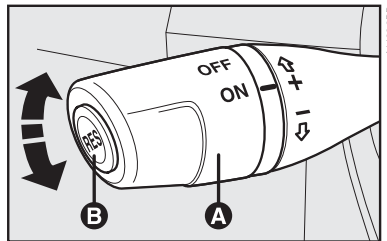

fig. 63
COMANDOS - fig. 63
O piloto automático é comandado pela alavanca **A**-fig. 63.
1) Apertando o pedal do acelerador e em seguida memorizando a nova velocidade atingida (posicionando a alavanca **A-fig. 63** para cima (+) por pelo menos três segundos);